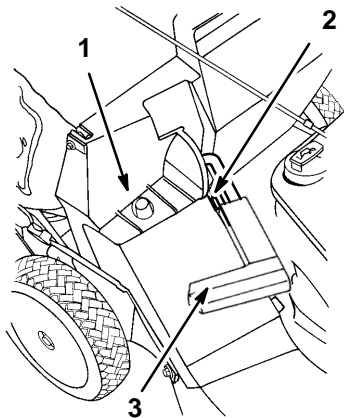
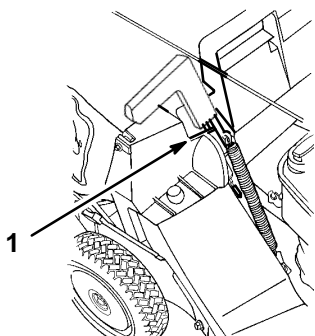

Figure 6
Figure 7
2. Vérifier que la poignée du volet d'éjection est entièrement abaissée vers l'avant et que le loquet est engagé par l'ergot (Fig. 6).
3. Enfoncer le trou de l'armature du sac sur le tenon du conduit d'éjection (Fig. 6).
5. Tirer la poignée vers l'avant pour engager l'ergot sur la rampe du conduit, puis rabattre la poignée vers l'arrière jusqu'à ce que l'ergot s'engage dans l'encoche du sac afin de verrouiller le volet d'éjection en position ouverte (Fig. 7).
8. Tirer la poignée du volet d'éjection vers le haut pour la dégager de l'encoche du sac (Fig. 7), puis l'abaisser vers l'avant jusqu'à ce que le loquet s'engage (Fig. 6).